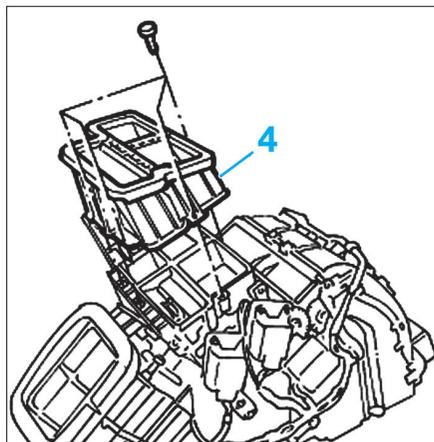

Fig. 15
- Déposer le conduit d'admission d'air (4) (Fig.15).